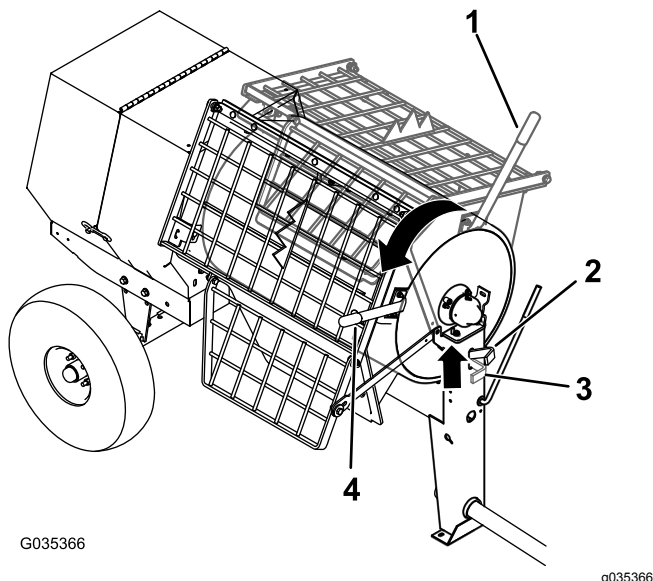

Figura 38
- Sujete la palanca de volteo con la mano izquierda (Figura 38).
- Levante la manija del pestillo del tambor (Figura 38).
- Con ambas manos en la palanca de volteo, gírela en sentido antihorario para descargar el contenido del tambor (Figura 38).
- Gire la palanca de volteo en sentido **horario** hasta que el pestillo del tambor bloquee el tambor en la posición vertical (Figura 38).